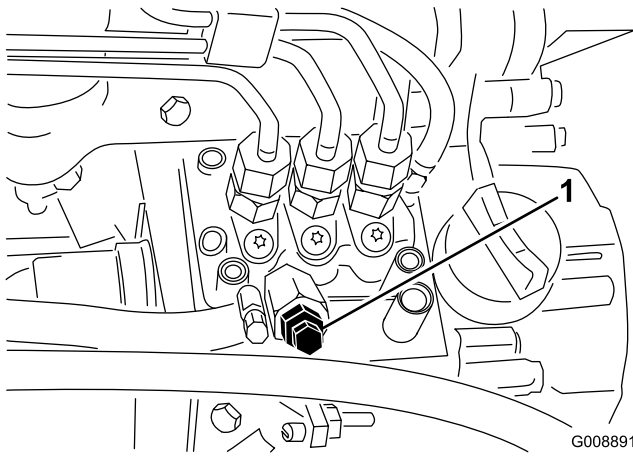

Figura 43
3. Abra el tornillo de purga de aire de la bomba de inyección de combustible (Figura 43).